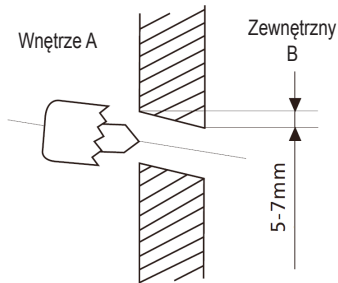

fig. 11 -
5. Wykonać otwór $\varnothing 65$ mm (lub $\varnothing 90$ mm w zależności od modelu) w ścianie ("fig. 11 -"), z lekkim spadem w kierunku na zewnątrz. Rozpocząć wiercenie od jednej strony w ścianie (A) i zakończyć od przeciwnej strony (B), aby nie dopuścić do uszkodzenia ściany.